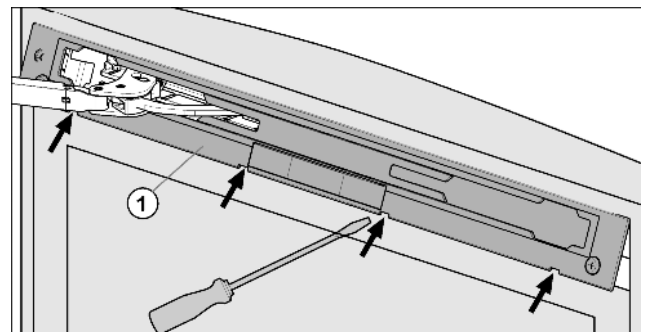

Fig. 4
- Déclipser le panneau Fig. 4 (1) à l'aide d'un tournevis à fente, puis le retirer.